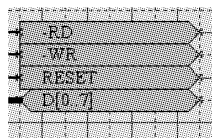

图 3-3 其他原理图中使用的端口
③ 过孔：原理图上不涉及 PCB 板的走线，因此没有过孔。
④ 敷铜：原理图上不涉及 PCB 板的敷铜。
(3) 丝印层：丝印层是 PCB 板上元件的说明文字，包括元件的型号、标称值等各种参数，在原理图上丝印层上的标注对应的是元件的说明文字。
(4) 端口：在 Altium Designer Release 10 的原理图编辑器中引入的端口不是平时所说的硬件端口，而是为了在多张原理图之间建立电气连接而引入的具有电气特性的符号。图 3-3 所示为其他原理图中采用的一个端口，该端口将可以和其他原理图中同名的端口建立一个跨原理图的电气连接。